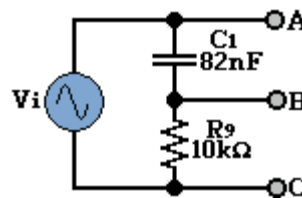

Figura 1.13
13. Arme el circuito de la figura 1.13 y repita los pasos, 10, 11 y 12 utilizando ahora la tabla 1.6.